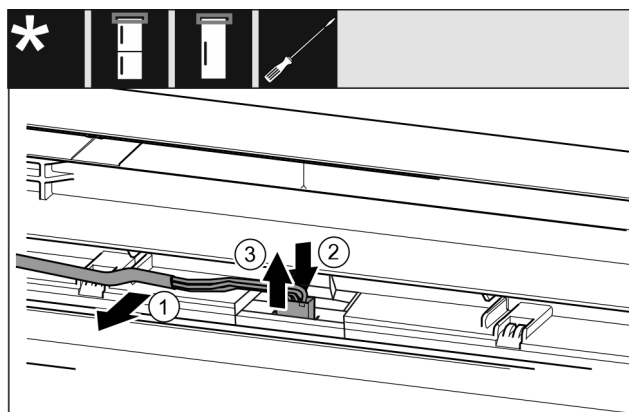

Fig. 7
- ▶ Desprindeți cu precauție cablul gri din ghidaj în ușă. Fig. 7 (1)
- ▶ Apăsăți eclisa din spatele fișei spre înapoi. Fig. 7 (2)
- ▶ Extrageți cu precauție fișa în sus. Fig. 7 (3)